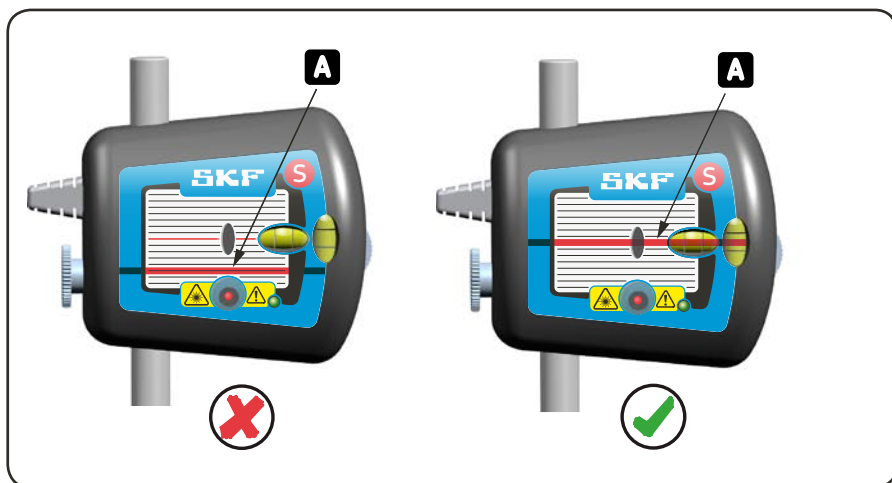

Fig. 9. Incidir en el objetivo
b) Apunte con las líneas láser de tal manera que incidan en el centro del objetivo de la unidad de medición opuesta (fig. 9).